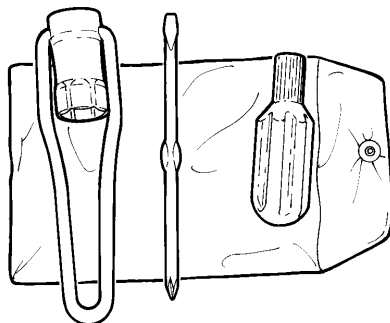

Fig. 1
• **Las utensilios de serie comprende:** el manual de uso y mantenimiento y el set de herramientas de la fig. 1 (llave, bujía, destornillador doble uso) introducidos en una bolsa de plástico en el compartimento colocado debajo del sillín.
- **L'équipement de série comprend** : Le manuel d'utilisation et la trousse outil Fig. 1 (clé à bougie, tournevis) située dans le coffre de selle.